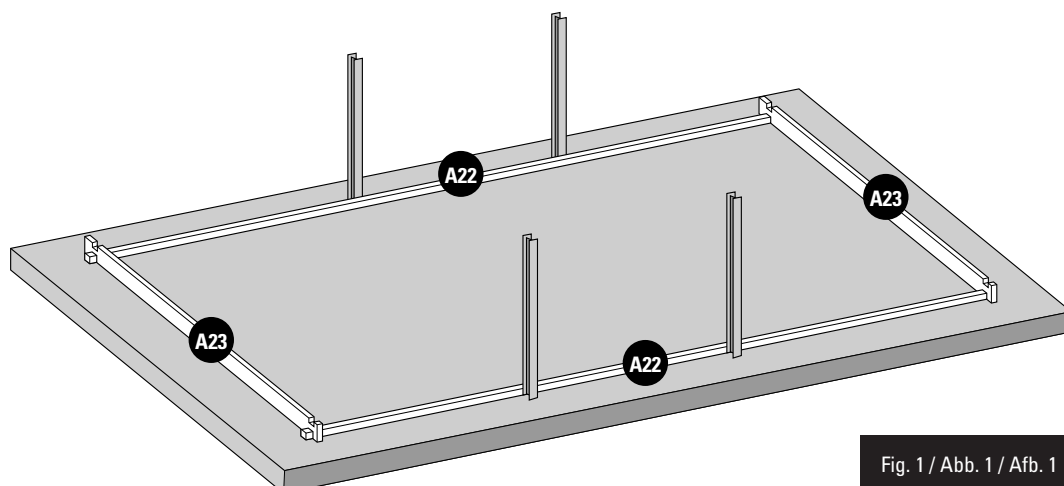

Fig. 1 / Abb. 1 / Afb. 1
**INSTALLATION OF THE FIRST LAYER OF BOARDS:** • Build the first layer placing boards (A22) and (A23) as shown by figure 1. • Adjust the shape of the pool using the inside dimensions indicated in the installation diagram (see page 43). • The drawing shows the inside dimensions of the pool for the different opposing diagonals. After having installed the first layer, you should check the inside dimensions of the pool.
**POSITIONNEMENT DE LA 1ÈRE RANGÉE DE MADRIERS :** • Constituez la première rangée, en disposant les madriers (A22) et (A23) comme indiqué sur la figure 1. • Ajustez la forme de la piscine en vous aidant des dimensions intérieures indiquées sur le plan d'implantation (Voir page 43). • Le plan donne les dimensions intérieures du bassin pour les différentes diagonales opposées.
**POSITIONIERUNG DER ERSTEN REIHE VON BRETTERN:** • Errichten Sie die erste Reihe, indem Bretter (A22) und (A23) platzieren, wie Abb. 1 zeigt. • Passen Sie die Form des Pools an, indem Sie die angezeigten Innenmaße verwenden, die in der Einbauzeichnung (Siehe Seite 43) aufgeführt sind. • Die Zeichnung zeigt die Innenmaße des Pools für die verschiedenen gegenüberliegenden Diagonalen.
**PLAATSING VAN DE EERSTE RIJ PLANKEN:** • Construeer de eerste rij door het plaatsen van planken (A22) en (A23) zoals te zien is op afbeelding 1. • Plan de vorm van het zwembad aan waarbij u gebruik maakt van de interne afmetingen die zijn aangegeven op het montageplan (Zie pagina 43). • Het plan geeft interne afmetingen van het zwembad aan voor de verschillende tegenover elkaar liggende diagonale lijnen.